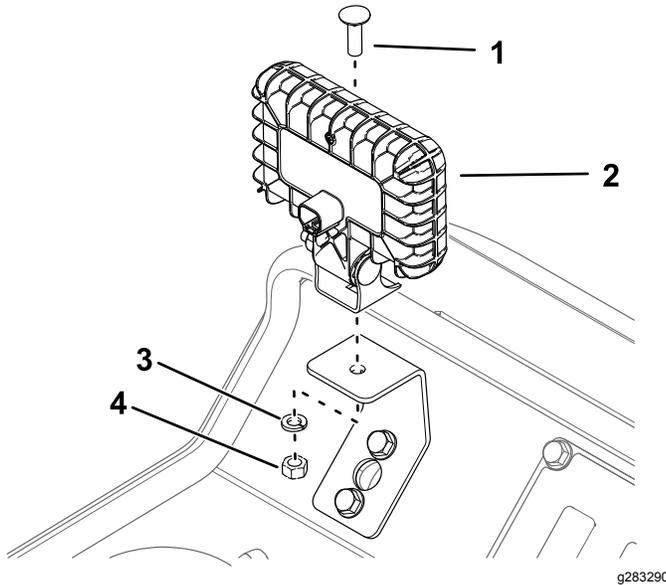

Figure 4
- Vis autotaraudeuse (2)
- Retirez le boulon, la rondelle et l'écrou de l'un des feux et servez-vous en pour fixer le feu sur le support (Figure 4).